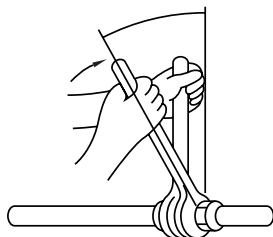

Fig. 5-8
- Breng een dun laagje koelolie aan op het verbindingvlak van de leiding. (Fig. 5-8)